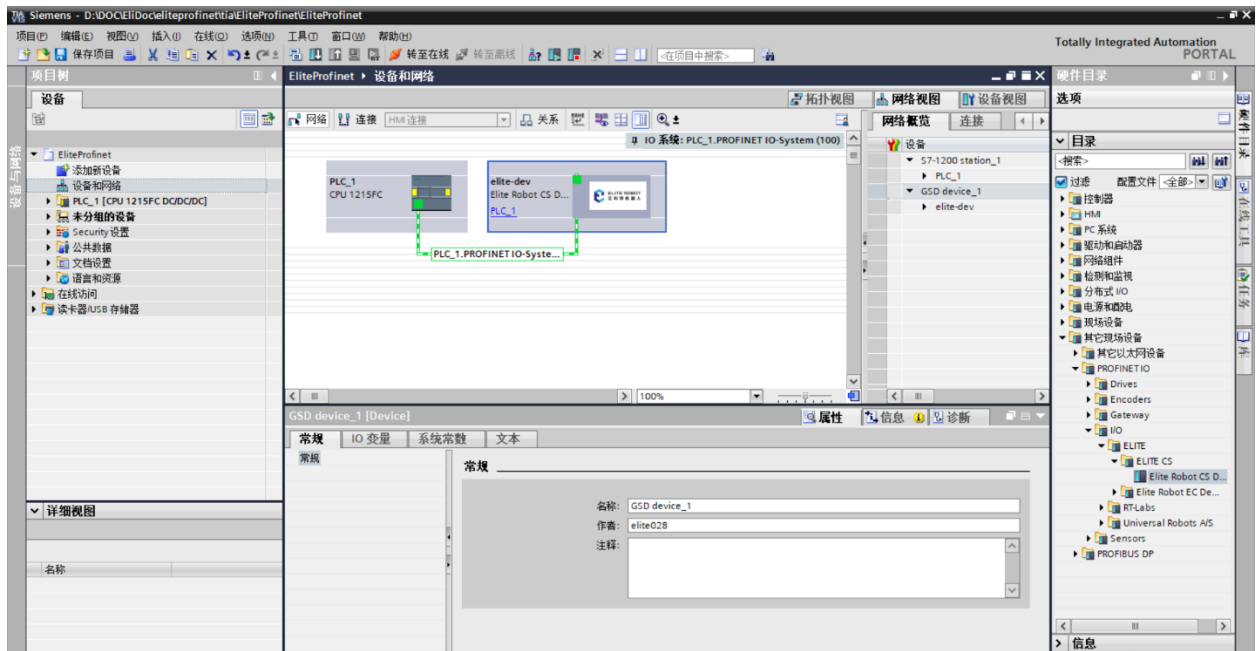

图 15-3 与 PLC 连接
2) 将“Elite CS Device”与 PLC 连接, 如图 15-3 所示。